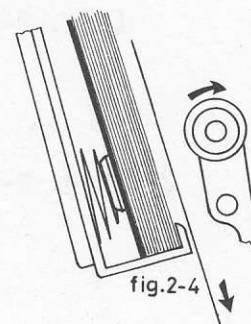

fig.2-4
- 3° (fig. 2-4) Une fois la feuille dégagée, les rouleaux d'extraction "f" tournent et soulèvent la feuille vers le haut de la cassette, la feuille se sépare du reste du paquet de feuilles.